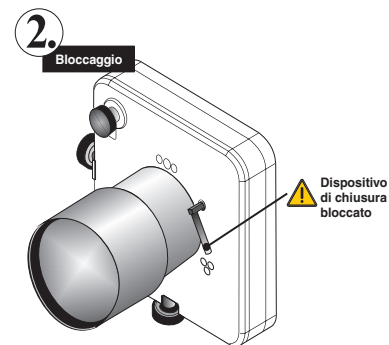

Figura 2-8 Bloccare in posizione l'obiettivo
4. Posizionare il dispositivo di chiusura dell'obiettivo su "DOWN" (BASSO) per bloccare in posizione il gruppo dell'obiettivo. Vedere **Figura 2-8**.